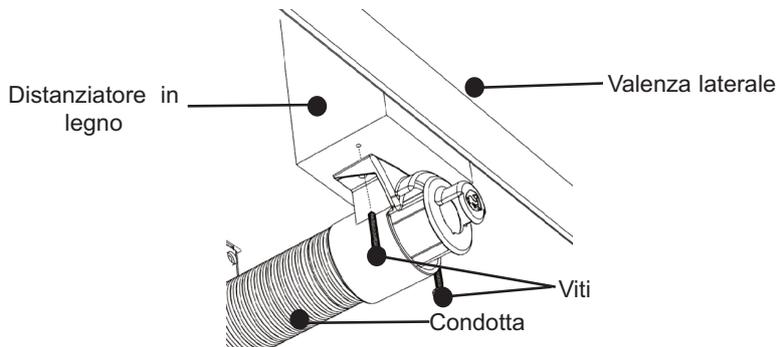

Fig. 16 Collegamento del terminale della condotta al veicolo
- iv. Spingere la condotta d'entrata nel terminale della condotta (montato nel pavimento del veicolo). La condotta **deve essere** spinta completamente in sede. Vedere la Fig. 16. La condotta **deve essere** visibile nel terminale della condotta.